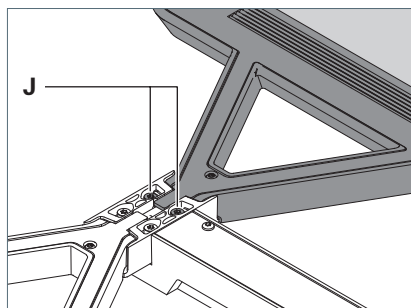

Fig. 27: Regolare la testa dell'apparecchio.
1. Per abbassare una testa dell'apparecchio, ruotare le viti di regolazione **J** che fissano questa testa dell'apparecchio in senso antiorario, vedere Fig. 27.